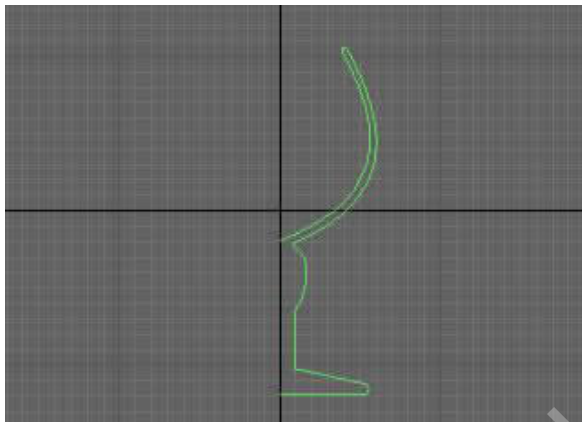

图 2-50 除线
Step 3. 进入线段级别,将多余的线段删除掉,如图 2-50。